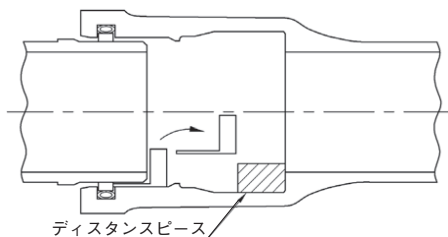

図 19 挿入途中の状況
- 3) ロックリングに挿し口が当たらないように注意しながら、受口に挿し口を挿入する。挿し口端部がストッパの突部付近にくるまで挿入した後、受口から挿し口が抜け出さないように注意しながら、接合する管の両端を管の内側からレバブロックやワイヤを使って固定する。図 19 のようにストッパを管内に撤去すると、ロックリングは挿し口に抱きつく。